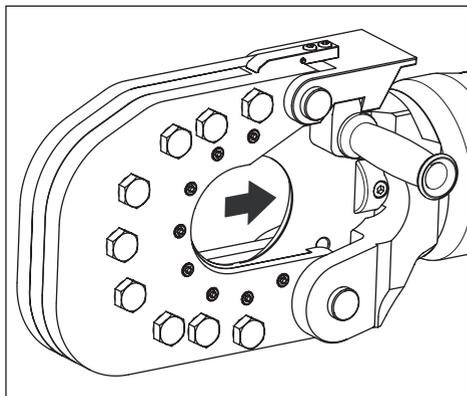

Figura 8, Stelo e lama in posizione Home (completamente retratta)
Assicurarsi sempre che lo stelo e la lama mobile siano del tutto retratti in posizione "Home" prima di posizionare qualsiasi materiale nella testa di taglio. Vedere la figura 8.
2. Verificare che lo stelo si trovi in posizione "Home" (completamente retracts). Vedere la figura 8.
1. Attivare la pompa. Spostare lo stelo in posizione "Home" (completamente retratta). Vedere la figura 8.